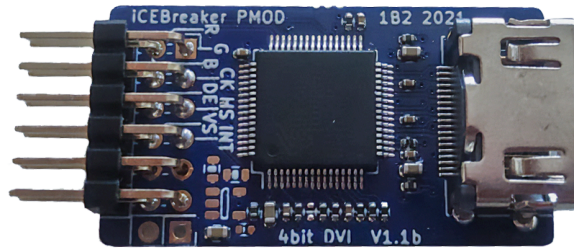

Abbildung 9: PMod - DVI Modul
- Ein PMod - DVI Modul um den Bildschirm über eine HDMI Schnittstelle an das System anzuschließen, siehe Abbildung Abbildung 9.